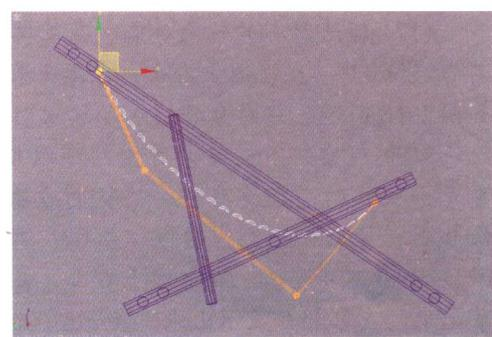

图 1-20 编辑 FFD 编辑修改器的控制点
(19) 在视图上右击，在弹出菜单中单击【工具1】选项组中的【控制点】选项，进入控制点层级，这样就可以通过编辑 FFD 编辑修改器的控制点来改变“组03”的形状了。框选并移动控制点，使其形成如图 1-20 所示的形状。